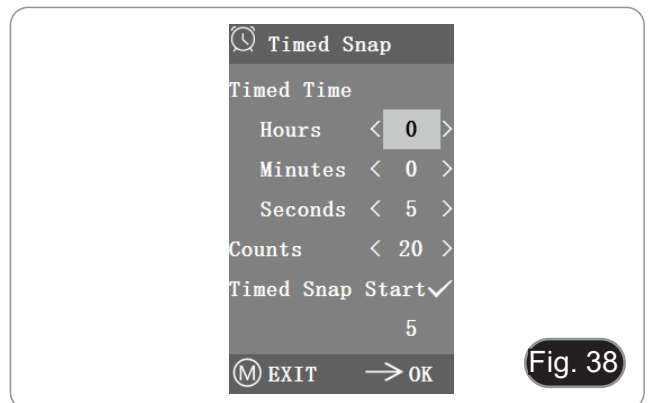

Fig. 38
2. A questo punto, il numero salta sotto. Questo è il numero di foto che sono state scattate con successo finora. (Fig. 38)